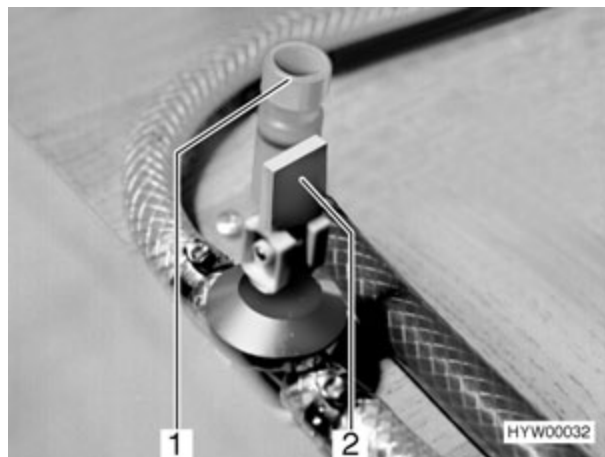

Fig. 104 Robinets de vidange
- Fermer le robinet de vidange au niveau du capuchon (Fig. 104,1) dans le sens des aiguilles d'une montre.
- Fermer le robinet de vidange (Fig. 104,2) du chauffe-eau. Mettre le levier à bascule à la verticale pour le fermer.
- Ouvrir le robinet de vidange du chauffe-eau (Fig. 104,2). Pour cela, placer le levier à bascule en position verticale.